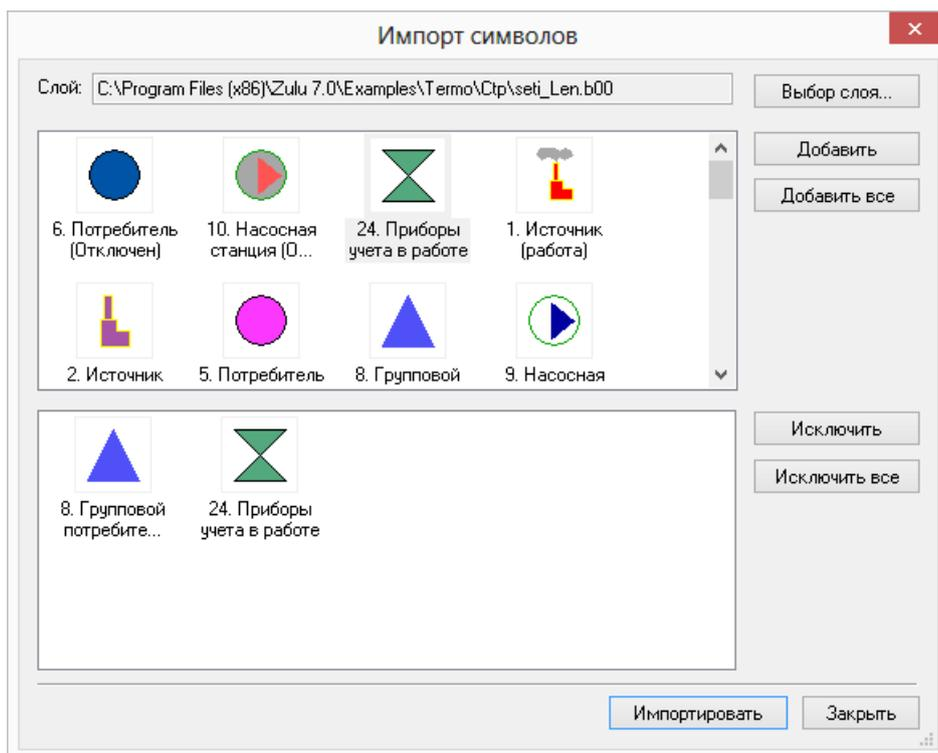

Рисунок 4.8. Окно импорта символов
6. Нажать кнопку **Добавить** или сделать двойной щелчок левой кнопкой мыши по символу. Выделенный символ появится в нижнем списке (смотрите Рисунок 4.8, «Окно импорта символов»). Таким же образом добавить необходимые символы.